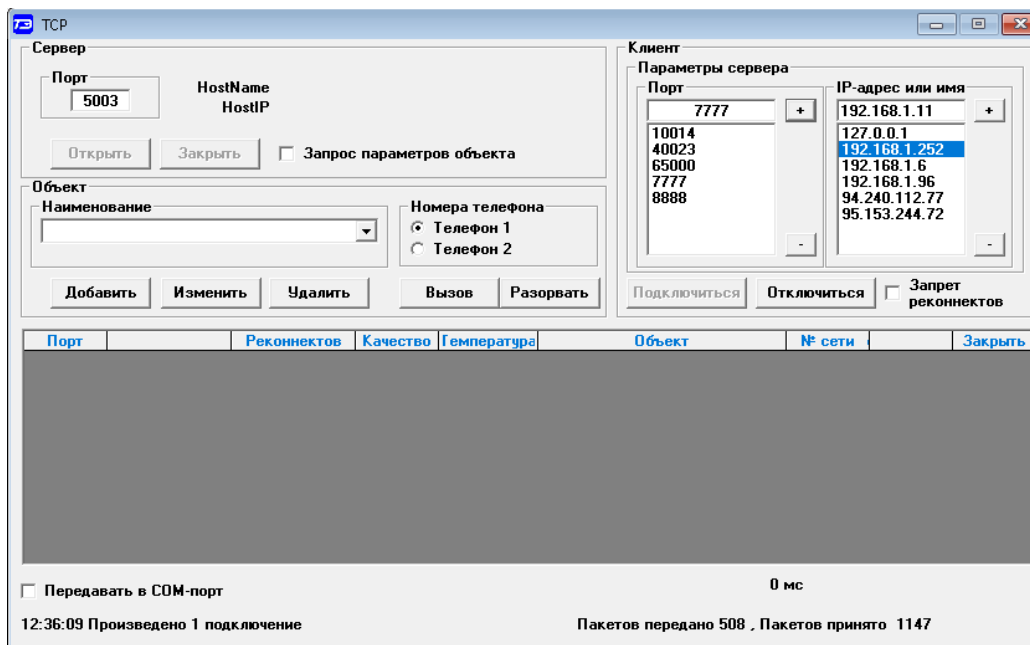

Рисунок 4 – Форма «TCP»
- на поле формы «TCP» (рисунок 4), в группе элементов «Клиент»: